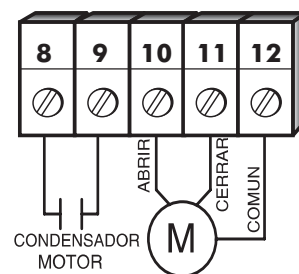

Fig.6
Para conectar el condensador de desfase del Accionamiento (fig. 6).
3.8.2.1. Presione la tecla **PRUEBA**. Comenzará la maniobra de apertura -si observa que la maniobra inicial se realiza en sentido inverso al deseado debe intercambiar la posición de los cables en las clemas 10 y 11- (ver 2.5. y fig.6). Finalizará cuando la Puerta alcance el final de carrera.
3.8.3.1. Presione la tecla **PRUEBA**. Comenzará la maniobra de apertura -si observa que la maniobra inicial se realiza en sentido inverso al deseado debe intercambiar la posición de los cables en las clemas 10 y 11- (2.5. y fig. 6). Unos momentos antes de que la Puerta abra por completo presione la tecla **PRUEBA**. Entrará en funcionamiento la función *Parosuave*. (Finalizará cuando la Puerta alcance el final de carrera).
3.8.4.1. Presione la tecla **PRUEBA**. Comenzará la maniobra de apertura -si observa que la maniobra inicial se realiza en sentido inverso al deseado debe intercambiar la posición de los cables en las clemas 10 y 11- (2.5. y fig. 6).